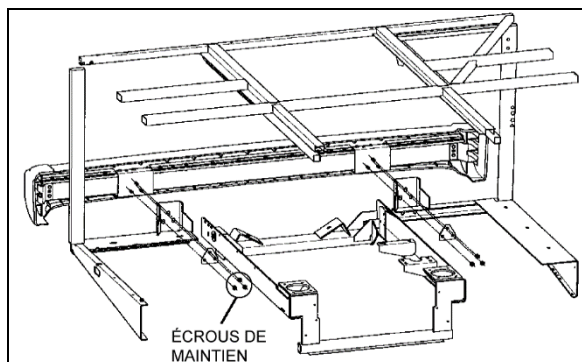

FIGURE 12: PARE-CHOCs ARRIÈRE 18501
1. Enlever les six écrous (trois de chaque côté) qui fixent l'ensemble du pare-chocs au véhicule et retirer le pare-chocs (Figure 12).